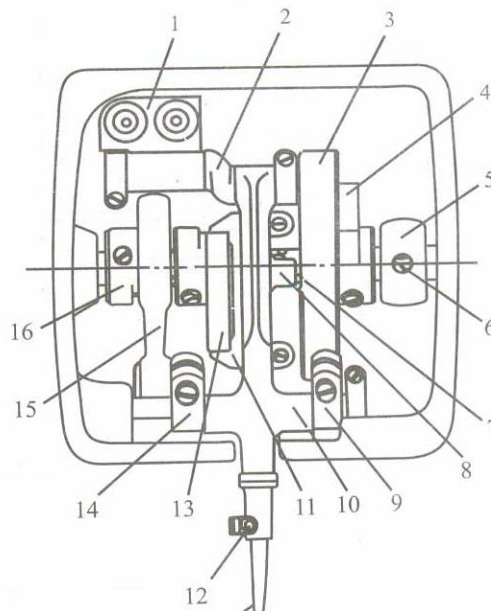

Рис. 6
### (1) Грубая регулировка эксцентрикового кулачка (рис. 6)